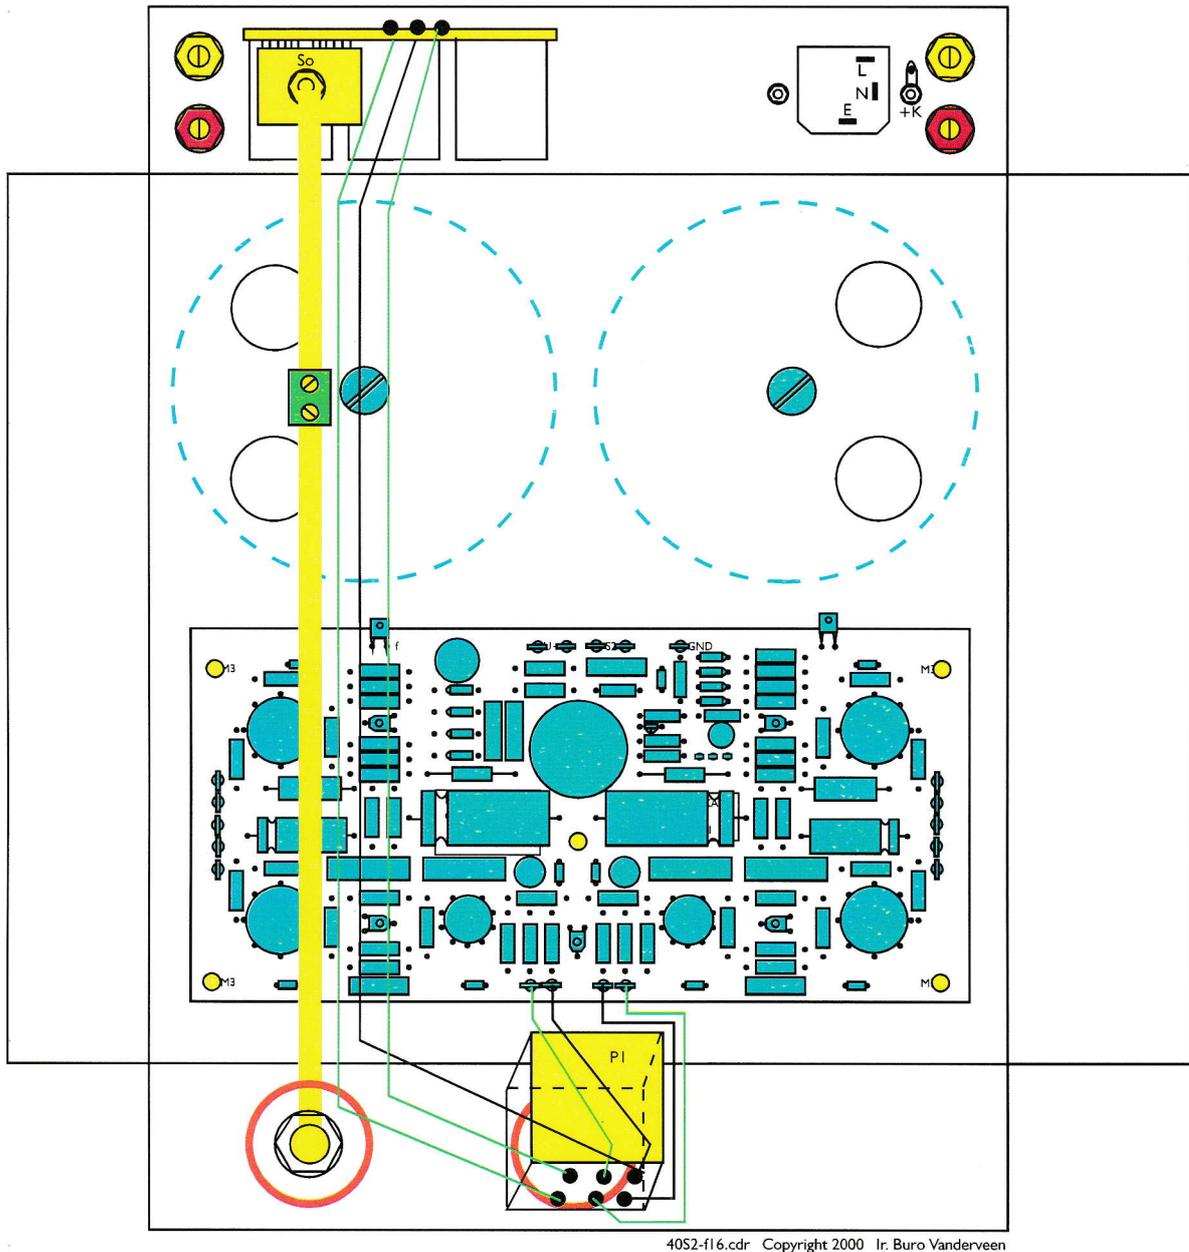

Abbildung 16
12. Das ALPS-Poti wird mit den Lötanschlüssen zu Gehäuseboden zeigend montiert (s. Abbildung 16). Die Mutter des Potis sollte recht stramm angezogen werden, um ein Mitdrehen oder Lösen des Reglers zu verhindern.
14. Schneiden Sie für die Verbindung zwischen Potentiometer und Hauptplatine zwei Stück grünen und zwei Stück schwarzen Schaltdraht von jeweils 10cm Länge ab und entfernen Sie die Isolierung an den Enden. Nach Anlöten am Poti werden die anderen Enden zu den Lötnägeln des linken bzw. rechten Eingangs auf der Hauptplatine geführt. Achten Sie darauf, Masse und heiße Leitung nicht zu verwechseln, da das Signal sonst kurzgeschlossen wird. Weitere Einzelheiten zeigt Abbildung 16. Diese Zuführungen müssen sowohl am Eingangssprint als auch am Lautstärkereglersichererheitshalber mit Kabelbindern versehen werden.